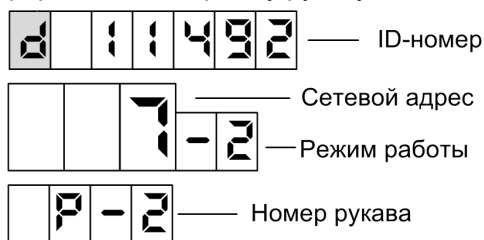

Рисунок 6
8.7 По команде СУ на табло могут отображаться сетевой адрес, режим работы и ID-номер рукава (рисунок 6). При снятии/установке любого раздаточного крана на табло выводится информация для следующего по счету рукава. По достижению последнего рукава вновь отображается информация по первому рукаву.